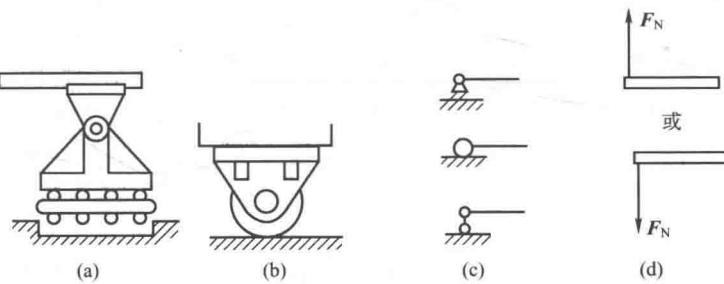

图 1-10
③ 滚动铰链支座约束 在一个圆柱铰链支座底部安装上滚子，并与光滑支承面接触，则构成了滚动铰支约束，如图 1-10(a)、(b) 所示。其简图如图 1-10(c) 所示。滚动铰链支座只能限制构件沿支承面法向的移动，不能阻止物体沿支承面切线方向的运动，因此其约束